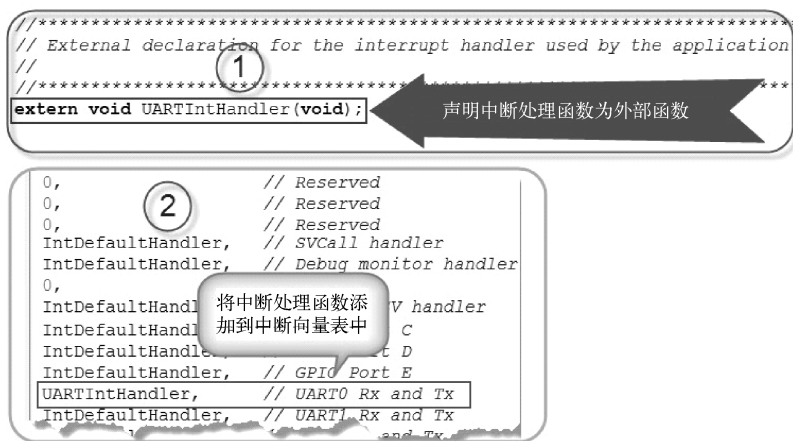

图 3-7 将中断处理函数添加到中断向量表中的方法
6) 在程序中如果有中断处理函数, 需将其添加到中断向量表中。如本例程中的 UARTIntHandler() 函数, 首先需在 startup_ewarm.c 中声明为外部函数, 然后将中断处理函数添加到该文件的中断向量表中, 如图 3-7 所示。